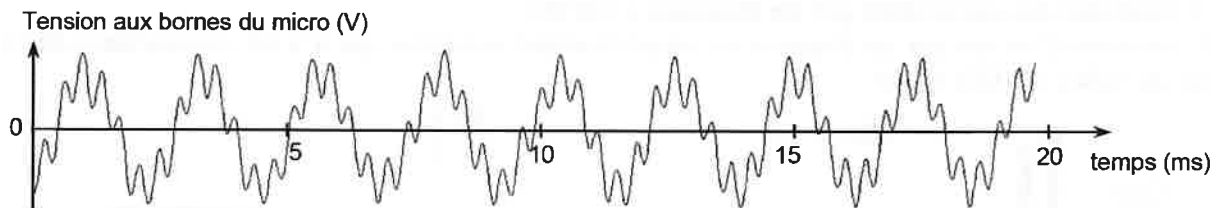

Figure 1.
On enregistre à l'aide d'un microphone relié à un dispositif d'enregistrement le signal sonore émis par un diapason, tenu à la main (sans caisse de résonance). On obtient le signal suivant (figure 1).
1.2. Le constructeur annonce que le diapason étudié est en acier et qu'il émet un La3, soit un son de fréquence 440 Hz. En exploitant au mieux l'enregistrement de la figure 1, estimer la période de ce signal. Le résultat est-il cohérent avec la donnée annoncée par le constructeur ? Justifier.